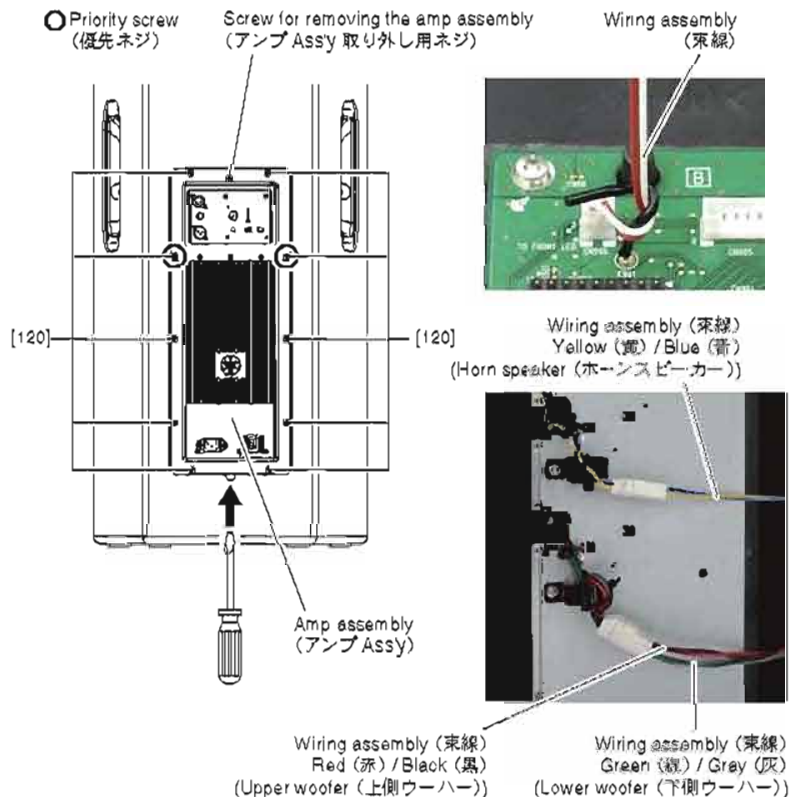

Fig. 8 (図 8)
- (1) Loosen the screw for removing the amp assembly.
- (2) Insert the flat blade screwdriver or the like into the cavity of the cabinet, and push the bottom end of amp assembly up.
- (3) Pull the screw for removing the amp assembly to move up the top end of the amp assembly.
- (4) Hold both top and bottom of the amp assembly to remove it.
- 5-3. Disconnect the connectors of the wiring assemblies. (Fig. 8)
- 5-1. [120] のネジ 10 本を外します。(図 8)
- ※ アンプ Assy を取り付けるときは、図に示す優先ネジ 2 本を先に締めてください。(図 8)
- 5-2. 下記の手順で、慎重にアンプ Assy を取り外してください。(図 8)
- (1) アンプ Assy 取り外し用ネジを緩めます。
- (2) キャビネットの切り欠きにマイナスドライバーなどを差し込んで、アンプ Assy の下部を浮かせます。
- (3) アンプ Assy 取り外し用ネジを手前に引いてアンプ Assy 上部を浮かせます。
- (4) アンプ Assy の上部と下部を持って、取り外します。
- 5-3. 束線のコネクターを外します。(図 8)